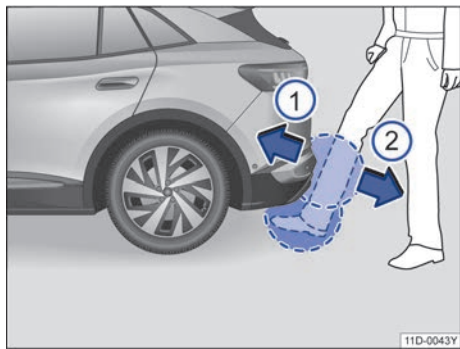

图 53 感应式打开行李厢盖 (Easy Open)
- 脚和小腿快速移动到靠近保险杠处。小腿必须位于上部传感区内，脚必须位于下部传感区内→图 53。